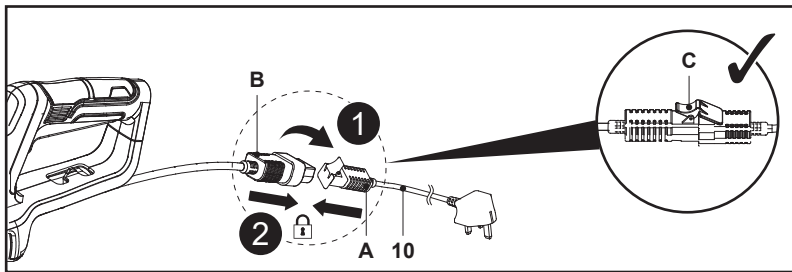

Fig. 2
1. Abra la tapa (C) del conector (A) del cable de alimentación (10), alinee las clavijas (B) con las ranuras del conector (A) y conecte. Asegúrese de que la conexión es firme y luego fije la tapa (C) en su posición (Fig. 2, pasos 1 y 2).